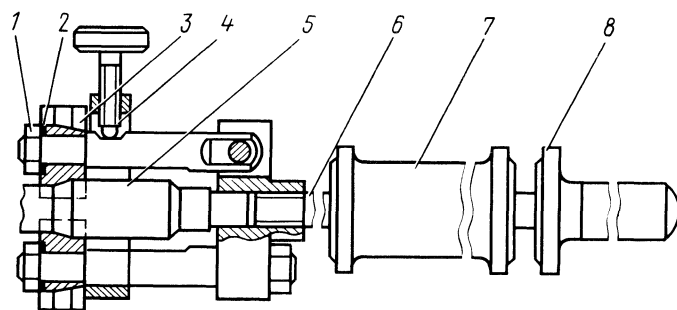

Рис. 100. Демонтаж первичного вала:
- выпрессовать первичный вал в сборе с подшипником и кольцом синхронизатора. Для этого в съемник 7823-6089 ввернуть шпильку 6 с бойком 7 и ручкой 8 от съемника 7823-6090 (рис. 100). Установить губки 3 так, чтобы между ними образовалось отверстие и надеть на первичный вал. Сжать губки винтом 4. Придерживая съемник за ручку 8, ударами бойка 7 выпрессовать вал 5 из коробки передач;